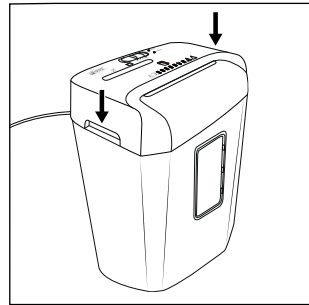

Abb. 2
- ◆ Fassen Sie den Schneidaufsatz **6** an beiden integrierten Tragemulden **8** und setzen Sie ihn so herum auf den großen Auffangbehälter **12**, dass das Netzkabel **1** nach hinten und das Sichtfenster **11** des großen Auffangbehälters **12** nach vorne zeigt (siehe Abb. 2).
- ◆ Fassen Sie den Schneidaufsatz 6 an beiden integrierten Tragemulden 8 und setzen Sie ihn so herum auf den großen Auffangbehälter 12, dass das Netzkabel 1 nach hinten und das Sichtfenster 11 des großen Auffangbehälters 12 nach vorne zeigt (siehe Abb. 2).